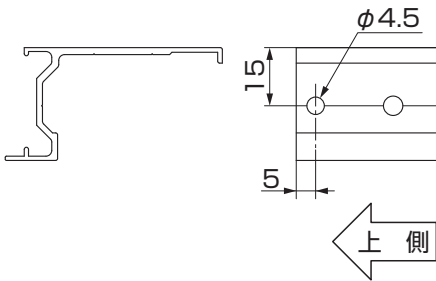
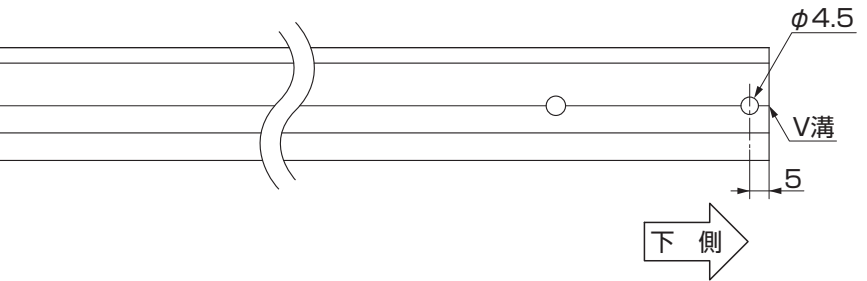

図5-1 上側端部に取付ける場合
図5-2 下側端部に取付ける場合
①図5-1、図5-2を参照して取付部材を加工してください。
●キャップの取付けは、パネルの上側または下側端部を、他の部材へ突当てて施工する場合を除いて必ず行なう作業になります。(図5-1、図5-2参照)